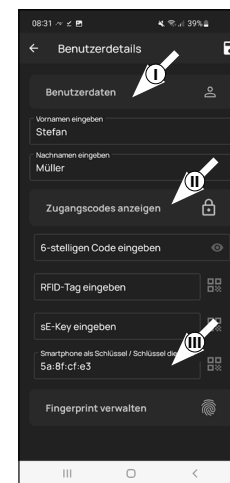

Fig. 3
Neste parágrafo, é possível armazenar os meios de abertura desejados para o utilizador (II) (Fig. 3). A abertura do cadeado através do smartphone foi automaticamente guardada no perfil de utilizador do primeiro utilizador (III) (Fig. 3).